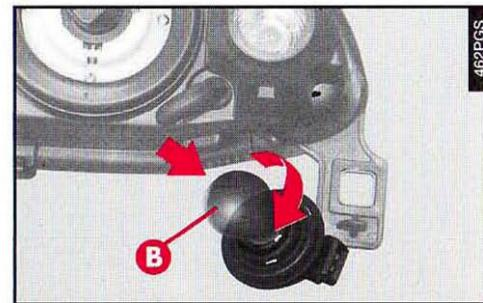

fig. 51
– Monter la nouvelle ampoule (**B-fig. 51**), en la poussant légèrement et en la tournant dans le sens des aiguilles.